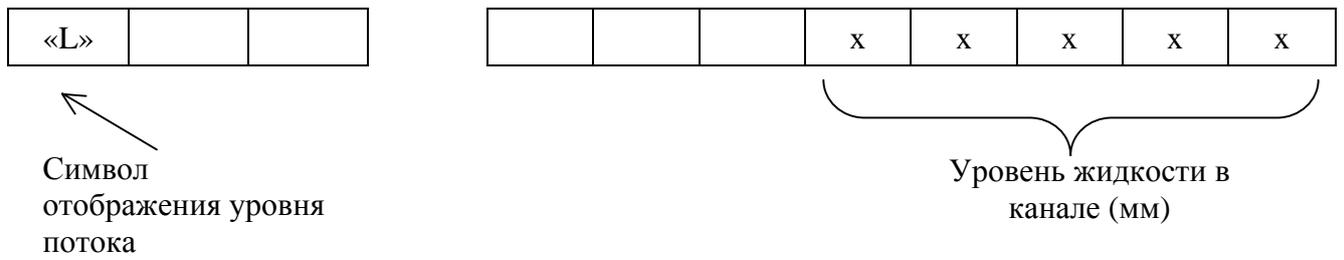

Рис. 15. Отображение уровня потока (мм). Символ «запятая»
1.5.1.10. Получить данные об уровне потока жидкости (в миллиметрах) в канале можно с помощью пункта «Уровень» диагностического меню. Значение уровня отображается на индикаторе, как показано на рис. 15 и обновляется каждые 20 сек.